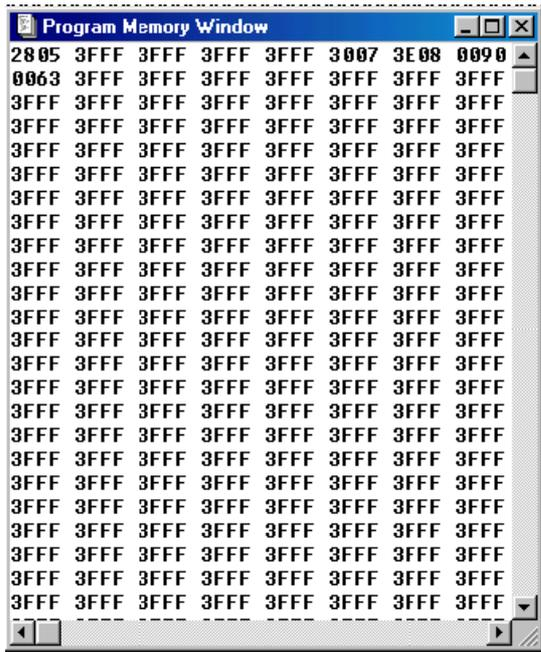

Figura 24.- Memoria de programa en código hexadecimal.
- **Hex Code Display:** representa la memoria de programa con los datos en hexadecimal. Esta opción es muy útil al usar el programador del dispositivo y comprobar si se grabaron bien los datos. La pantalla que se obtiene es la que se muestra en la Figura 24.